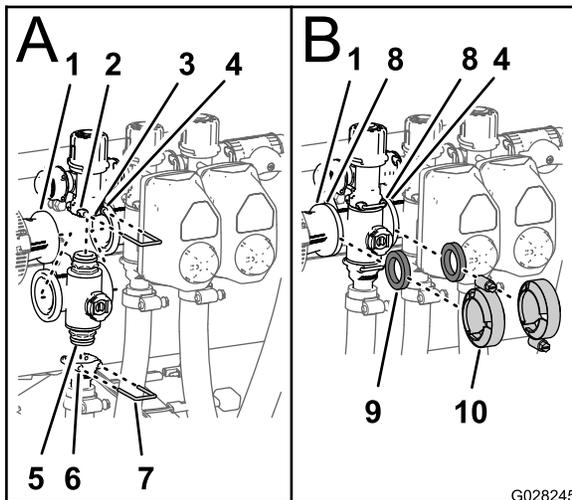

Figura 88
- Inserte el conector de extremo superior de la válvula multivía en el acoplamiento de desvío (Figura 88, A).
- Sujete el conector de extremo al acoplamiento de desvío insertando una horquilla de retención en el acoplamiento de desvío (Figura 88, A).
- Monte el acoplamiento de salida en el conector de extremo inferior de la válvula multivía (Figura 88, A).
- Sujete el conector de extremo al conector de salida insertando una horquilla de retención en el conector de salida (Figura 88, A).
- Alinee una junta entre las bridas del racor reductor y el distribuidor de la válvula de sección (Figura 88, B).
- Monte el racor reductor, la junta y el distribuidor de la válvula de sección con un abrazadera apretada a mano (Figura 88, B).
- Para instalar las dos válvulas de sección de la izquierda, alinee una junta entre las bridas de los distribuidores de las 2 válvulas de sección adyacentes (Figura 88, B).
- Monte los distribuidores de las 2 válvulas de sección adyacentes y la junta con un abrazadera apretada solamente a mano (Figura 88, B).